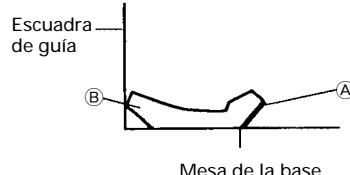

Fig. 39
- ③ Coloque la moldura en el vértice de forma que la superficie superior (Ⓑ de la Fig. 33) entre en contacto con la escuadra de guía como se indica en la Fig. 39.